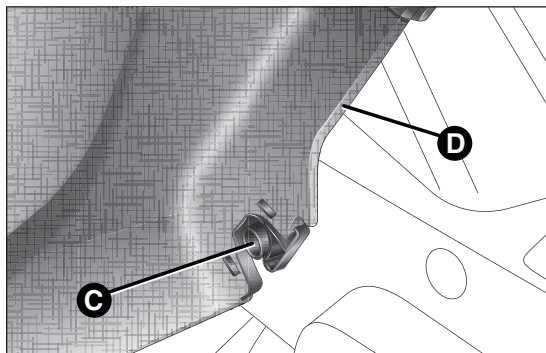

fig. 56
- ☐ soltar los pernos C fig. 56 situados en el exterior de la repisa, y luego desmontar la bandeja D tirando de ella hacia afuera;